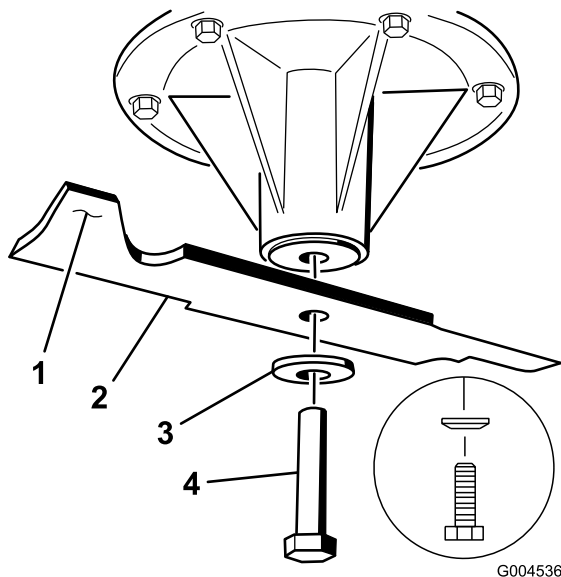

Figura 90
2. Retire del eje el perno de la cuchilla, la arandela curva y la cuchilla (Figura 90).